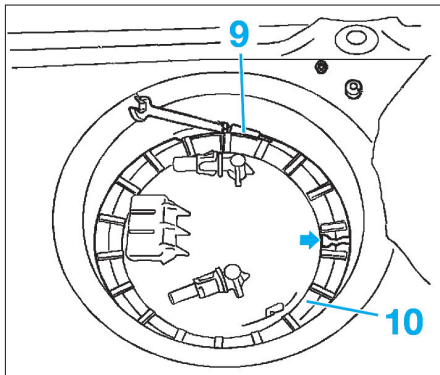

FIG. 27
- un collier (9) neuf (Fig.27),
- la monture en plastique (10) côté ouvert sur la flèche.
- Serrer le collier (9).